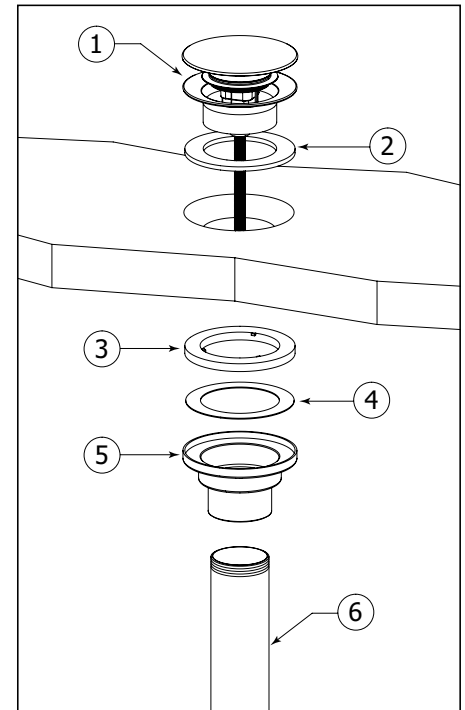

Fig.3
Unscrew the tail piece (6) from the other parts. Then unscrew the drain base (5) and the transparent nylon washers (3&4). Insert the top of the drain (1) and the black nylon washer (2) into the basin waste outlet (fig. 3).
Dévisser le tube (6) des autres pièces du drain. Ensuite, dévisser la base du drain (5) et les joints transparents en nylon (3&4). Insérer le collet du drain (1) et le joint en nylon noir (2) dans l'évacuation du lavabo (fig. 3).